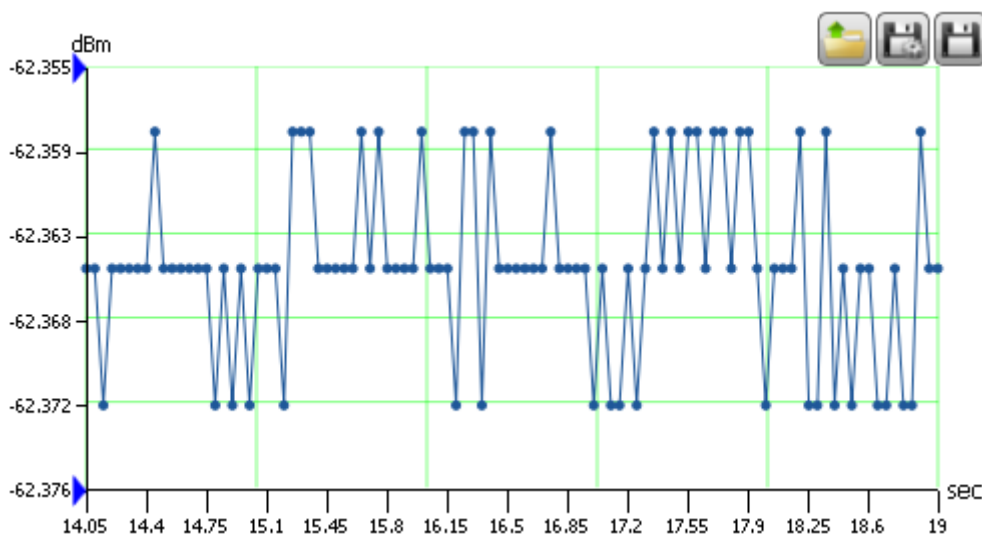

Рисунок 7.13 – Отображение поведения измеряемого сигнала в установленных маркерами границах изменения мощности
2.3 При использовании маркеров группы Setting Scale OY (установлена галочка), пользователь может устанавливать нижнюю и верхнюю границы отображаемого на графике диапазона мощностей (рисунок 7.13). Данные маркеры позволяют провести анализ импульса сложной формы, например, имеющего несколько ключевых уровней.